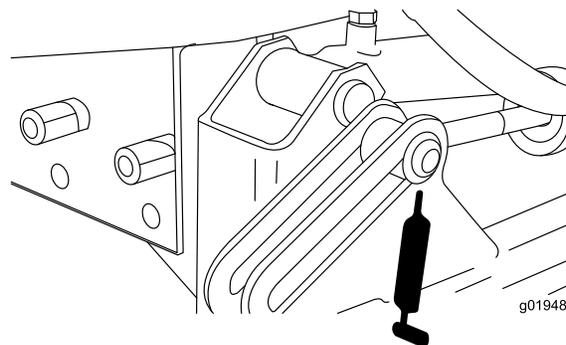
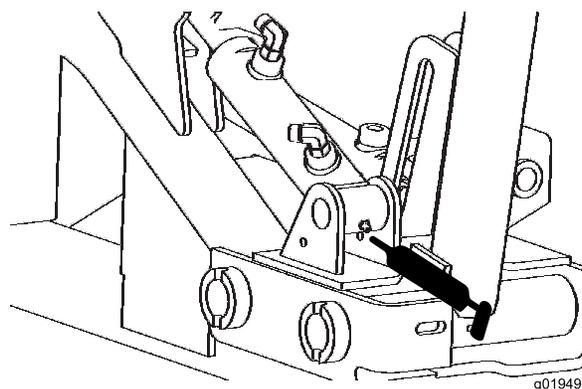

Figura 43
Figura 44
- Cilindros de elevação frontais (3) (Figura 43 e Figura 44).